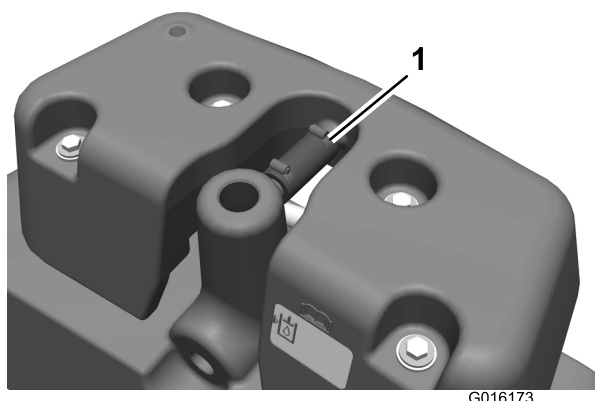

図 2
8. ワームねじで締めているクランプをゆるめてオーバーフローホースを外す (図 2)。
24. オーバーフローホースの未接続端部を、リークディテクタタンクのチューブに取り付け、ウォームねじクランプで固定する（図 2）。